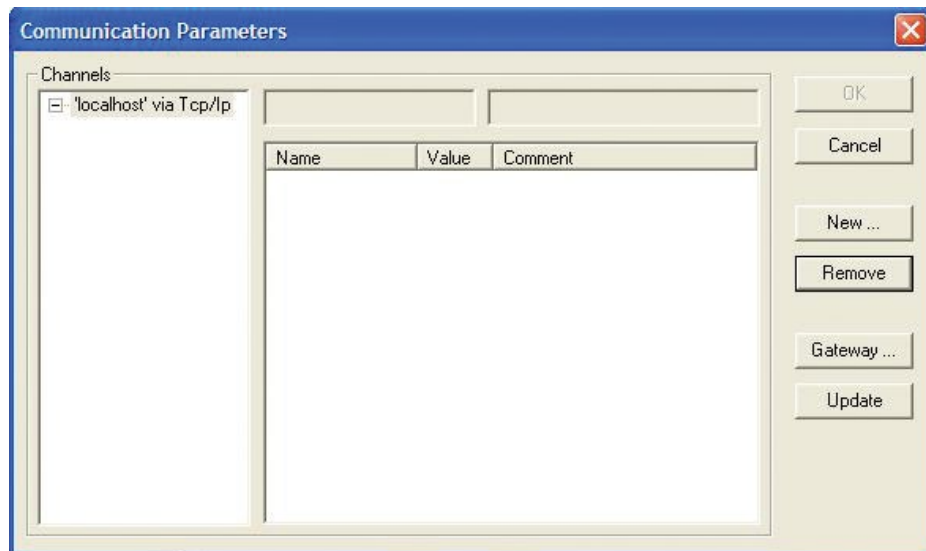

Рисунок 15.15 — создание нового соединения.
16) В появившемся окне выбрать кнопку **«New»** (см. Рисунок 15.15);